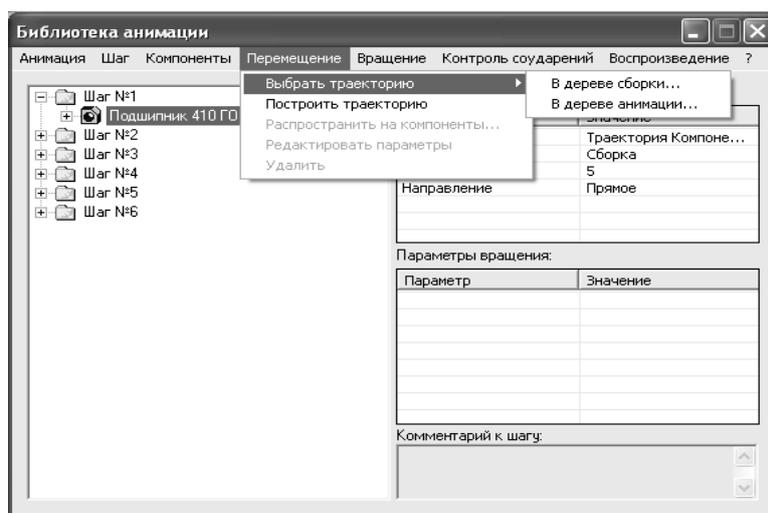

Рис. 14.3. Меню выбора траектории перемещения
– траекторию (ломаную) можно построить заранее стандартными средствами КОМПАС-3D, в дереве сборки она отображается как *Ломаная №...*. Чтобы задать ее, как траекторию движения компонента, выберите его в дереве анимации, а затем выполните команды меню **Перемещение** — **Выбрать траекторию** — **В дереве сборки** (или в *Дереве анимации*, если эта траектория использовалась ранее) или используйте соответствующую команду в контекстном меню (рис.14.3). Выбранная траектория отображается в специальном окне, завершение выбора необходимо подтвердить командой **Создать объ-**